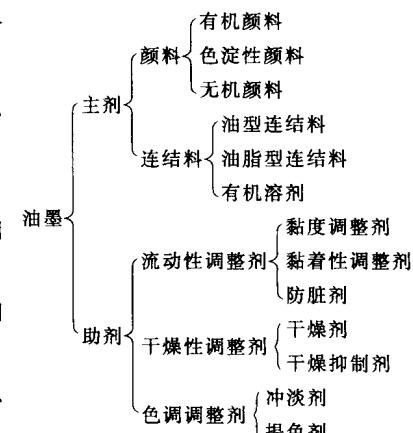

图1-1 油墨的主要成分
(1) 油墨的主要成分 如图1-1所示。
(2) 印刷油墨的分类 印刷油墨的品种繁多，其分类方法如下。
①按印刷版材分为平版油墨、凸版油墨、凹版油墨、网版油墨等。
②按承印物分为印铁油墨、玻璃油墨、塑料油墨等。
③按连结料性质分为油性油墨、水性油墨、溶剂油墨、树脂油墨等。
④按干燥方式分为渗透干燥型油墨、挥发干燥型油墨、氧化聚合干燥型油墨、紫外线干燥型油墨等。
⑤按抗耐性分为耐光油墨、耐水油墨、耐酸油墨、耐碱油墨等。
⑥按油墨特性分为香味油墨、荧光油墨等。
⑦按使用功能分为转印油墨、导电油墨、磁性油墨等。
⑧按色泽分为金墨、银墨、消光墨、亮光墨等。